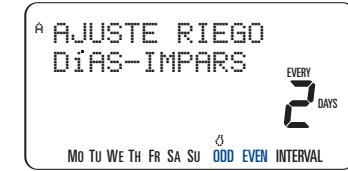

Ilustración 9: Selección del riego "Pares e impares"
- Pulse **SIGUIENTE** hasta que la palabra "ODD" parpadee en la pantalla. Si desea regar cada dos días impares, pulse **INTRODUCIR** para confirmar esta programación. [Ilustración 9]